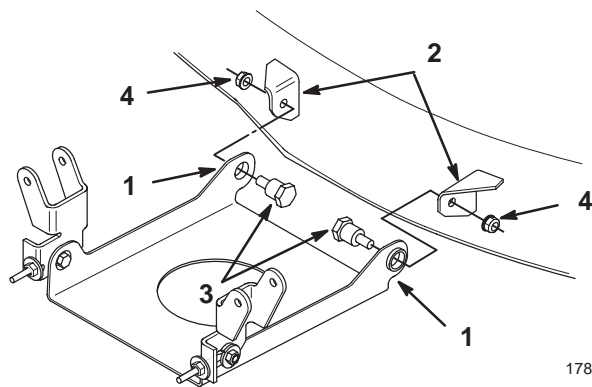

Figure 4
7. Placez la plaque de montage, languettes dirigées en haut, entre les supports à l'avant du plateau de coupe (Fig. 4).
8. Introduisez les boulons à épaulement dans la plaque de montage et dans les supports du plateau de coupe. Fixez l'ensemble avec les contre-écrous (Fig. 4).